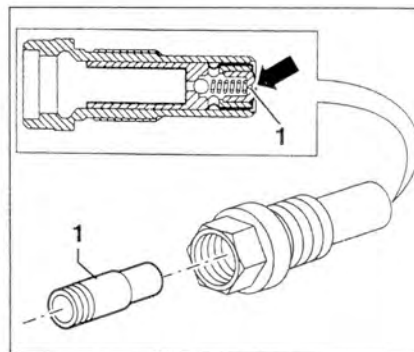

Рис. 2.22. Впрессуйте упорный болт 1 в корпус натяжного устройства цепи ГРМ заподлицо (стрелка).
7. Впрессуйте упорный болт 1 в корпус натяжного устройства цепи ГРМ заподлицо (стрелка) (рис. 2.22).